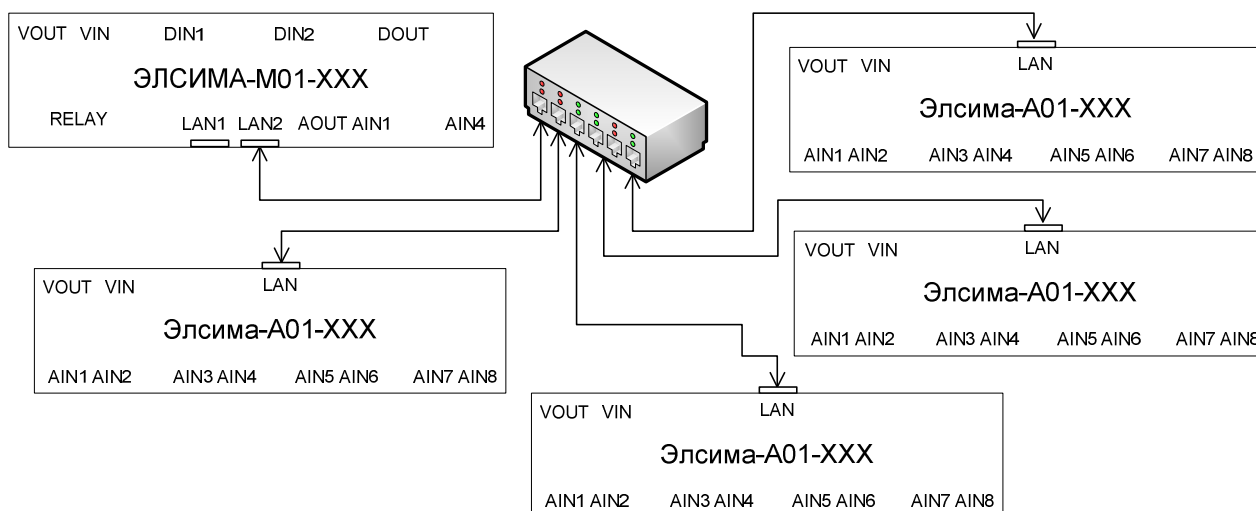

Рисунок 1.2 – Подключение модулей УВВ. Работа через выделенный коммутатор
- подключения более одного модуля УВВ с использованием выделенного коммутатора (рисунок 1.2);